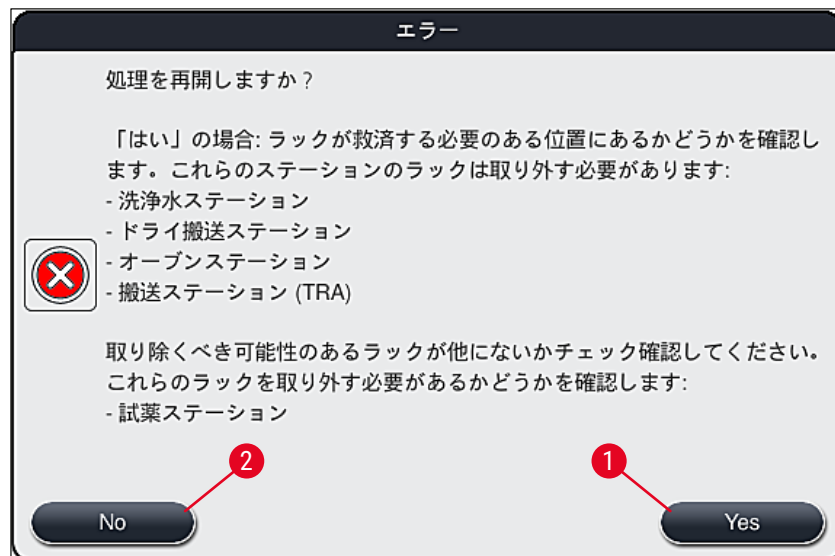

図 110
4. ここでオペレーターは、染色プロセスを再開するか (→ P. 135 – 8.2.2 電源障害後の染色処理の再開)、またはキャンセルするか (→ P. 137 – 8.2.3 電源障害後の全染色処理のキャンセル)(→ 「図 110」) を選択できます。
- 直前の情報メッセージ(→「図110」)に従って救済を要するラックを装置から取り出し、画面上の対応するステーション(→「図111-1」)を押して取り出したことを確認します。
染色処理をキャンセルし、前の選択メニュー(→「図 110」)に戻るには、「キャンセル」ボタン(→「図 112-2」)を押します。